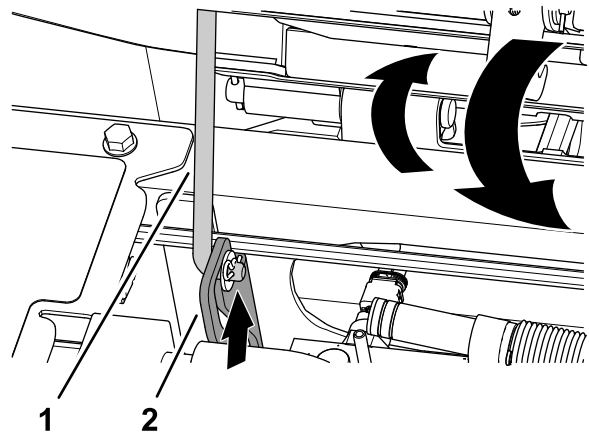

Bild 65
1. Heben Sie den Sitz leicht an und heben Sie die Stütze aus der Vertiefung des Sitzhalterungsschlitzes (Bild 65).